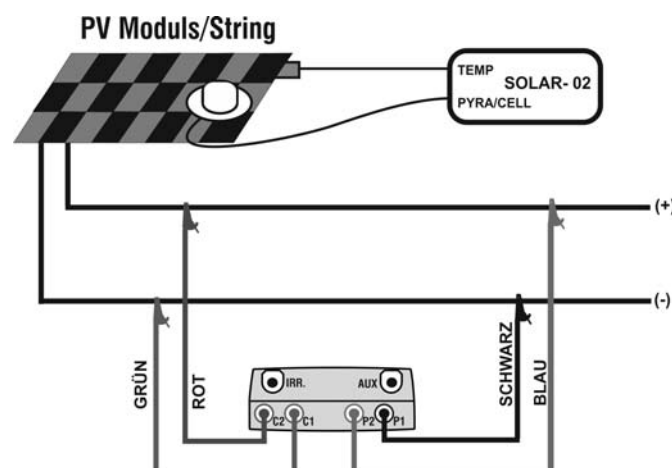

Abb.9: Anschluss des Messgerätes und SOLAR-02 an den String
22. Wie in Abb. 9 illustriert, schließen Sie das Messgerät an das PV Modul oder an den String an. Beachten Sie, dass der Minuspol des PV Moduls oder des Strings an den P1, C1 Messgeräte-Eingängen und deren Pluspol an den P2, C2 Eingängen angeschlossen werden muss